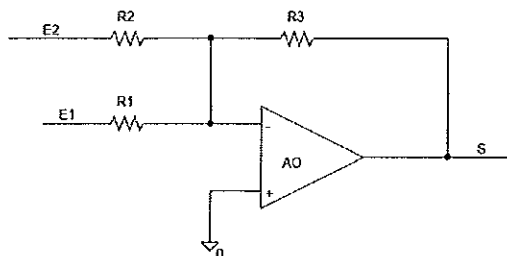

Figure 5
Soit le circuit de la figure 5, où l'amplificateur opérationnel (AO) est supposé idéal.
- 4.2.2 Déterminer, avec justification, le régime de fonctionnement de l'AO du montage de la figure 5. (2 points)